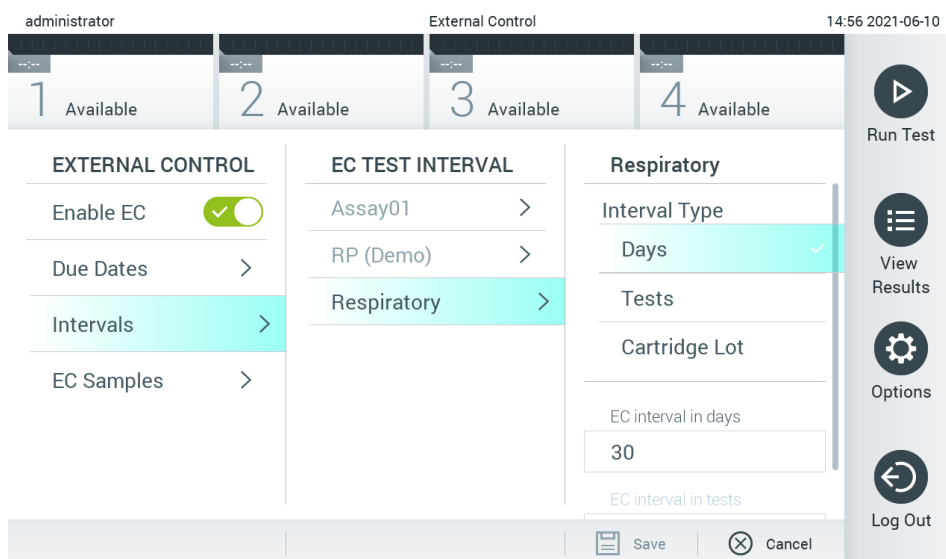

Рис. 52. Екран Intervals (Інтервали) зовнішнього контролю.
4. Натисніть **Intervals** (Інтервали) і аналіз зі списку, щоб налаштувати інтервал. З'являється нагадування користувачам про те, що для вибраного аналізу потрібно виконати тест зовнішнього контролю, якщо інтервал уже минув (рис. 52).